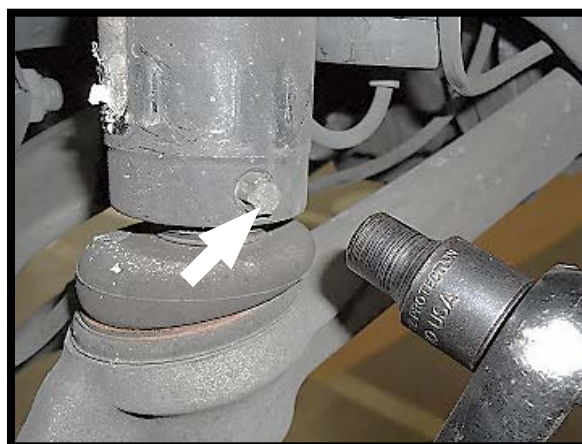

ABBILDUNG 12
7. HALTESCHRAUBEN DES UNTEREN FEDERBEINLAGERS LOKALISIEREN UND LÖSEN. (ABBILDUNG 12)